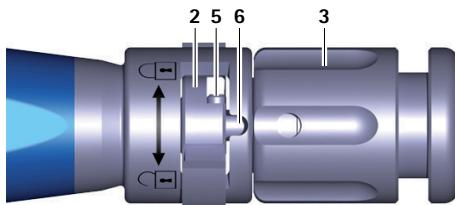

Fig. 1 Vue rapprochée de l'instrument d'insertion, bouton de commande ouvert
- Tourner l'écrou de serrage **3** sur l'instrument d'insertion **A** en sens inverse des aiguilles d'une montre (sens "forward") pour pousser la barre **6** vers l'avant, voir Fig. 1.
- ▶ Tourner le bouton de commande **2** vers la gauche (sens **B**), voir Fig. 1.
- Tourner le bouton de commande **2** vers la gauche (sens ⌂), voir Fig. 1.
- Vérifier la position d'accouplement de l'instrument d'insertion **A**, voir Fig. 1.
- ▶ Tourner l'écrou de serrage **3** en sens inverse des aiguilles d'une montre (sens "forward") pour pousser la barre **6** vers l'avant, voir Fig. 1.